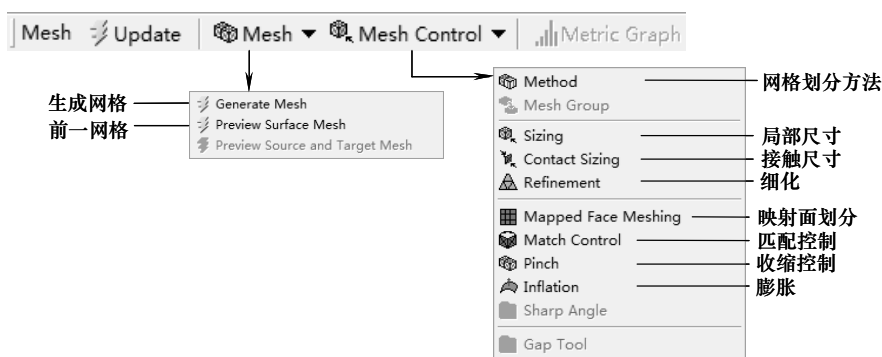

图 3-30 【Mesh】工具栏
(3) 【Mesh】工具栏 【Mesh】工具栏中的命令用于网格划分和网格生成，如图 3-30 所示。